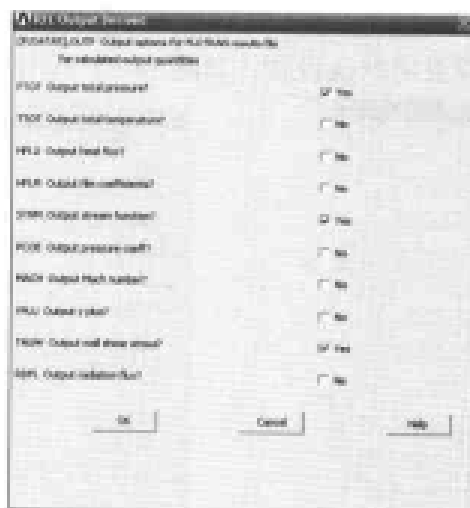

图 14-22 输出设置对话框
(4) 选择 Main Menu | Solution | FLOTRAN Set Up | Additional Out | RFL Out Derived 命令, 出现 RFL Output Derived 对话框, 参照图 14-22 对其进行设置, 单击 OK 按钮关闭该对话框。
(5) 选择 Main Menu | Solution | Solve | Current LS 命令, 出现 Solve Current Load Step 对话框, 单击 OK 按钮, ANSYS 开始求解计算。
(6) 求解结束后, ANSYS 显示窗口出现 Note 提示框, 单击其上的 OK 按钮关闭该对话框。
(7) 选择 Main Menu | Solution | FLOTRAN Set Up | Execution Ctrl 命令, 出现 Steady State Control Settings 对话框, 在 EXEC Global Iterations 文本框中输入 50, 其余选项采用默认设置, 单击 OK 按钮关闭该对话框。